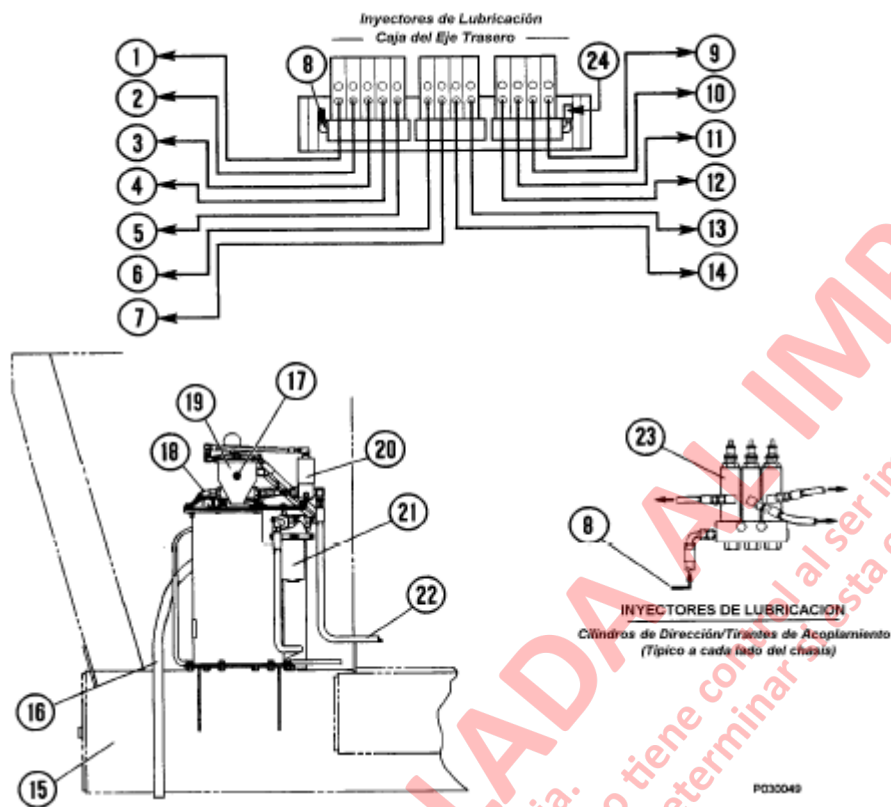
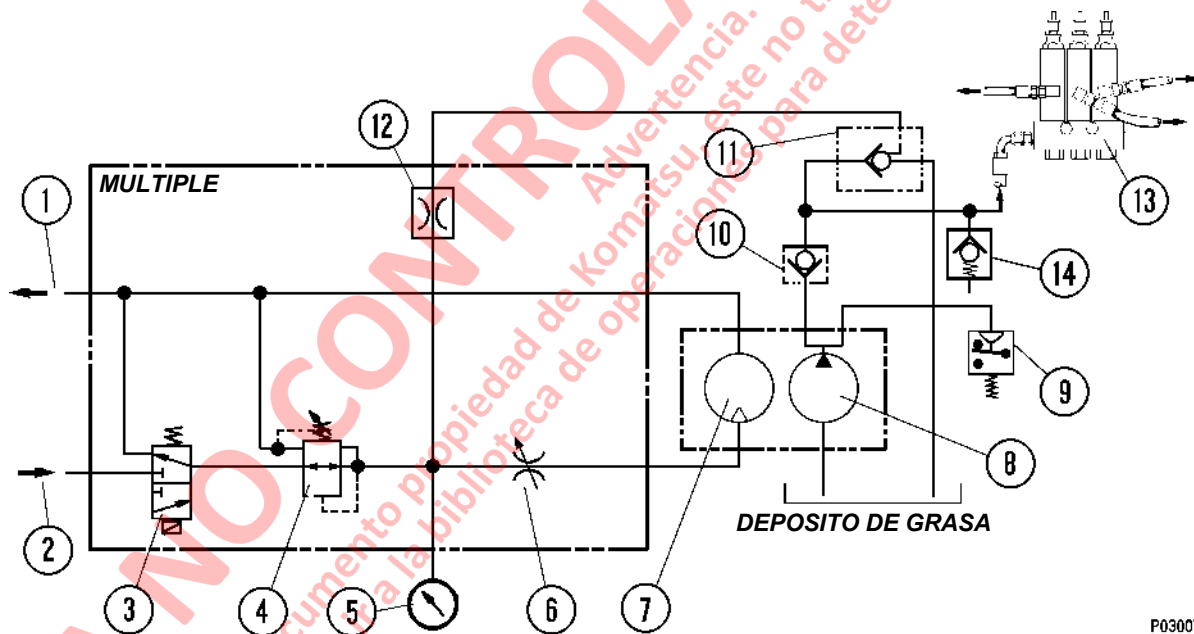

FIGURA 3-2. MONTAJE DEL SISTEMA DE LUBRICACION AUTOMATICA
FIGURA 3-3. ESQUEMA HIDRAULICO
El conjunto de filtro (21, Figura 3-2), montado en el depósito de grasa, filtra la grasa antes que el depósito sea rellenado en el taller. Un indicador de derivación alerta al personal de servicio cuándo se debe cambiar el filtro.
NOTA: El nivel de aceite en el cárter de la bomba se debe mantener al nivel del tapón de la tubería (17, Figura 3-2). Si es necesario, rellene con aceite de motor 10W-30..
El temporizador del ciclo de lubricación de estado sólido envía una señal de 24 VDC a intervalos sincronizados para energizar la válvula solenoide (3, Figura 3-3) proporcionando flujo de aceite para operar el motor de la bomba de grasa. Este temporizador está montado en el gabinete de control auxiliar.
El switch de presión (18, Figura 3-2) es un switch normalmente abierto ajustado a 20.685 kPa (3000 psi). Este switch desenergiza el relé de solenoide de la bomba cuando la presión de la línea de grasa alcanza el ajuste de presión del switch, desconectando el motor y la bomba.
El switch de presión (24, Figura 3-2) es un switch normalmente abierto ajustado a 13.790 kPa (2000 psi). Este switch monitorea la presión de grasa en el banco de inyectores de la caja del eje trasero. Si no se alcanza la presión de grasa adecuada durante el ciclo normal de la bomba, se activará el sistema de advertencia. Una luz de advertencia se encenderá para informar al operador que existe un problema en el sistema de lubricación.
Cada inyector (23, Figura 3-2) entrega una cantidad controlada de lubricante presurizado a un punto de lubricación determinado. Consulte la Figura 3-2 para las ubicaciones.
Válvula de alivio (14, figura 3-3) protege la bomba de alta presión. Esta válvula se fija en 27 580 kPa (4.000 psi).
2. El temporizador proporciona 24 VDC para energizar la válvula solenoide de la bomba (3, Figura 3-3), permitiendo que el aceite hidráulico suministrado por el circuito de la bomba de dirección del camión fluya al motor de la bomba e inicie un ciclo de bombeo.
3. La presión de aceite hidráulico proveniente del circuito de la dirección es reducida de 2241 - 2413 kPa (325 - 350 psi) por medio de la válvula reductora de presión (4) antes de ingresar al motor. Además, la cantidad de aceite suministrada a la bomba está limitada por la válvula de control de flujo (6). La presión de la bomba se puede leer usando el medidor (5) montado en el múltiple.
4. Con el aceite fluyendo hacia el motor hidráulico, la bomba de grasa funcionará bombeando grasa desde el depósito a los inyectores (13), a través de una válvula de retención (10) y hacia la válvula de ventilación (11).
6. Cuando la presión de grasa alcance el ajuste del switch de presión (18, Figura 3-2), los contactos del switch se cerrarán y energizarán el relé RB7-K5, retirando la energía del solenoide del motor hidráulico/bomba de modo que la bomba se detenga. El relé permanecerá energizado hasta que la presión de la grasa caiga (el switch de presión se vuelve a abrir) y el temporizador se desconecte.
7. Después que la válvula solenoide de la bomba se desenergiza, la presión hidráulica en el múltiple cae y la válvula de purga (11, Figura 3-3) se abre, liberando la presión de grasa en las líneas hacia los bancos de inyectores. Cuando esto ocurre, los inyectores están en condiciones de recargarse para el siguiente ciclo de lubricación.